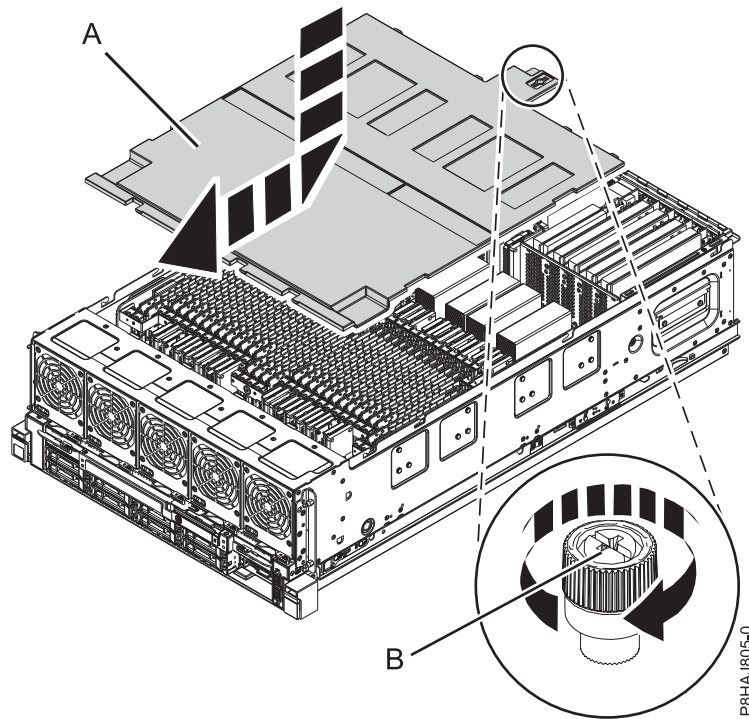

Abbildung 32. Sicherheitsabdeckung wiedereinbauen
2. Schieben Sie die Sicherheitsabdeckung (A) in Richtung Chassis.
3. Ziehen Sie die Rändelschraube (B) fest, indem Sie sie in die in Abb. 32 auf Seite 55 gezeigte Richtung drehen, um die Sicherheitsabdeckung am Chassis zu sichern.